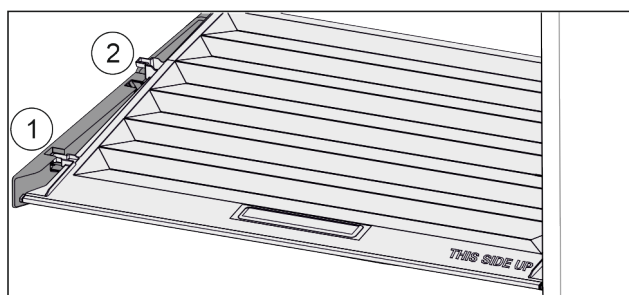

Fig. 58
- ▶ Tõmmake kaant kuni avanemiseni hoidedetailides ettepoole Fig. 58 (1).
- ▶ Tõstke tagant altpoolt üles ja võtke ülespoole ära Fig. 58 (2).